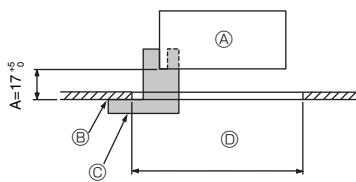

Fig. 9-2
9.2. การเตรียมการติดตั้งตะแกรง (Fig. 9-2)
- ใช้เจล ② ที่ให้มาพร้อมเครื่องมือชุดนี้ ปั๊บและเช็คตำแหน่งของเครื่องหลักให้ติดกับพื้นผิวของเพดาน หากเครื่องหลักติดตั้งในตำแหน่งที่ไม่เหมาะสมกับพื้นผิวเพดาน อาจทำให้อาการร้าวและเกิดการสะสมของหยดน้ำ